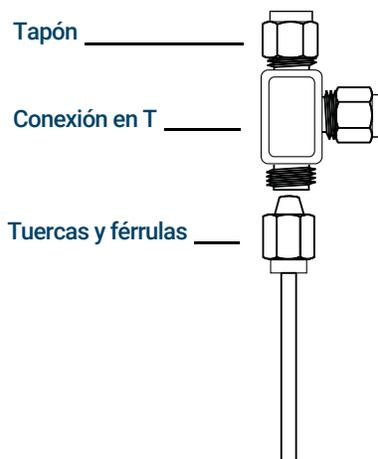

Figura 29. Unión en T Swagelok
- 1 Corte la tubería por el lugar donde desea colocar la unión en T. Conecte la tubería y la unión en T con una conexión Swagelok. Vea la **Figura 29**.